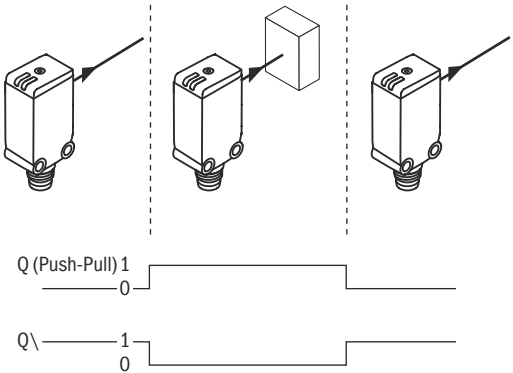

Рисунок 8: Поведение переключений
- 2 Расстояние срабатывания настраивается путем нажатия одной кнопки «обучения», пока не начнет медленно мигать желтая светодиодная лампа. Мы рекомендуем расположить состояние переключения на объекте, например, как на рисунке сверху. Как только диапазон срабатывания отрегулирован, объект убирается с пути луча, что приводит к подавлению фона и изменению переключающего вывода (см. рисунок 8, страница 179).
Если переключающий выход не ведет себя в соответствии с условиями вышеуказанной схемы, проверьте условия эксплуатации, см. рисунок 8, страница 179.